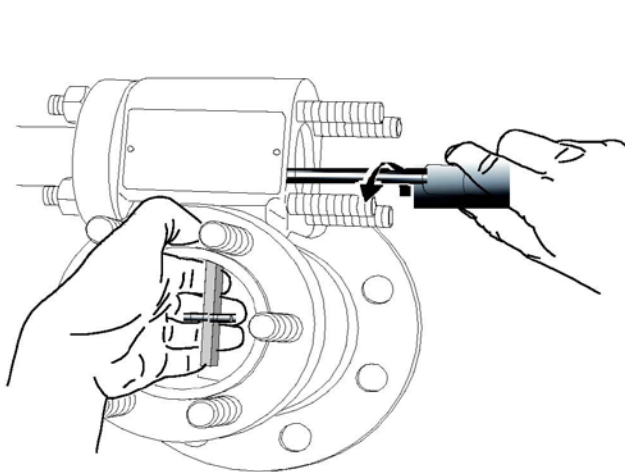

Abbildung 22
VORSICHT: Zum Entfernen des Verdrängers muss der Dreharm entfernt werden. Nach dem Lösen der beiden Dreharmschrauben (133) muss der Dreharm festgehalten werden, damit das Drehrohr nicht beschädigt wird (Abbildung 22).
- c. Den oberen Flansch (146) und den Blindflansch (144) entfernen.
- d. Den Dreharm (135) absenken und den Verdränger (130) aushängen. Ein hakenförmiger 3 mm-Stahldraht erleichtert das Aushängen und Festhalten des Verdrängers. Der Draht kann durch die Lastöse eingeführt werden.
- e. Die beiden Dreharmschrauben (133) und den Dreharm (135) aus der Kammer entfernen.
- f. Den Verdränger aus der Kammer (131) oder dem Behälter entfernen.
- g. Sicherstellen, dass die Anforderungen für die Installation in explosionsgefährdeten Bereichen genau eingehalten werden. Die Schraube (106) aus der Anschlussbaugruppe entfernen und die Abdeckung abschrauben (104). Drähte und andere Ausrüstung (f) von der Anschlussklemme (90) abklemmen.
- h. Die Muttern (142) entfernen, mit denen die Drehrohrbaugruppe gehalten wird, und die Baugruppe aus der Mechanikkammer herauschieben.
Zur Installation ist die Vorgehensweise für das Entfernen des Gehäuses und der Drehrohrbaugruppe in umgekehrter Reihenfolge auszuführen (Abschnitt 9.3). Bei der Installation wird die Verwendung neuer Dichtungen (143 - 149) empfohlen (siehe Abbildung 22).